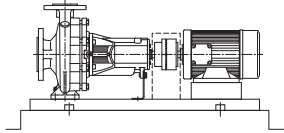

Fig. 4: Instalarea fundației pompei
**Wilo recomandă instalarea agregatului pompei pe o fundație de beton stabilă, uniformă, care suportă durabil agregatul (vezi fig. 4). Prin aceasta se evită transferul oscilațiilor.**